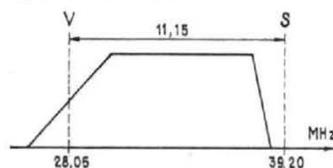

FIG. 1
partie en pointillé devant disparaître de la courbe de la figure 1 ; on arrive à ce résultat au moyen du circuit RC 12 dans la grille du tube EF 184 et du réglage du filtre de sortie du tuner. De l'autre côté de la courbe rien n'est changé car on conserve le son à 39,20 MHz : le point d'accord de notre courbe image sera donc de 32,7 MHz à 6 dB.
La plus large bande qui passera dans l'ampli FI Image sera naturellement la bande correspondant à notre 819 lignes et que nous représentons en figure 1. Le point porteuse image sera situé sur 28,05 MHz et la courbe de réponse s'étendra jusqu'à 38 MHz à 6 dB, juste avant la fréquence FI son (AM) qui bien entendu ne passera pas dans la voie image. Ouvrons une parenthèse pour dire que la fréquence intermédiaire d'amplification son sera invariablement fixée à 39,20 MHz pour tous les standards AM. Il y a donc un écart entre porteuses de 11,15 MHz et c'est la bande la plus large à transmettre.
La figure 1 montre le schéma du premier module préamplificateur précâblé. Les deux entrées E1 et